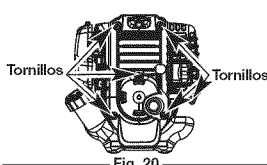

Fig. 20
1. Quite los dos (6) Tornillos de encima de la tapa del motor con un destornillador de pala o Torx #25 (Fig. 20).
4. Saque la cubierta del motor (Fig. 20).
1. Apague el motor y espere que se enfríe. Retire los seis (6) tornillos de la parte posterior de la tapa del motor con destornillador de cabeza plana o Torx No. T-25 (Fig. 20).